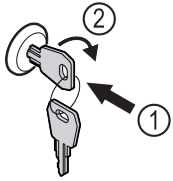

Fig. 126
- ▶ Dugja be a kulcsot Fig. 126 (1).
- ▶ Forgassa el a kulcsot 90°-kal az óramutató járásával megegyező irányba Fig. 126 (2).